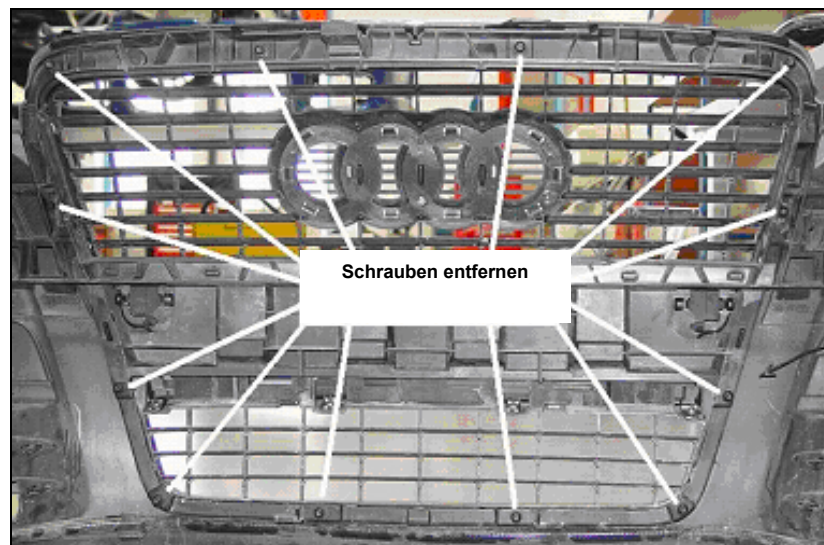

Abb. 7: Verschraubungen Frontgrill an Stoßfänger (Rückansicht)
12. Lösen Sie die 12 Torx Schrauben des serienmäßigen Frontgrills, wie in Abb. 7 dargestellt. Drehen Sie alle Schrauben heraus und nehmen Sie den Grill aus dem Stoßfänger heraus.
34. Montieren Sie den Stoßfänger wieder am Fahrzeug. Gehen Sie dabei in umgekehrter Reihenfolge wie bei der Demontage vor, (vgl. Abb. 7, Seite 5)